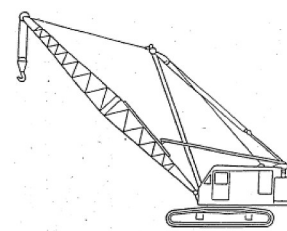

Figura 5
31. ¿Qué tipo de configuración de grúa móvil autopropulsada aparece en la figura 5?: